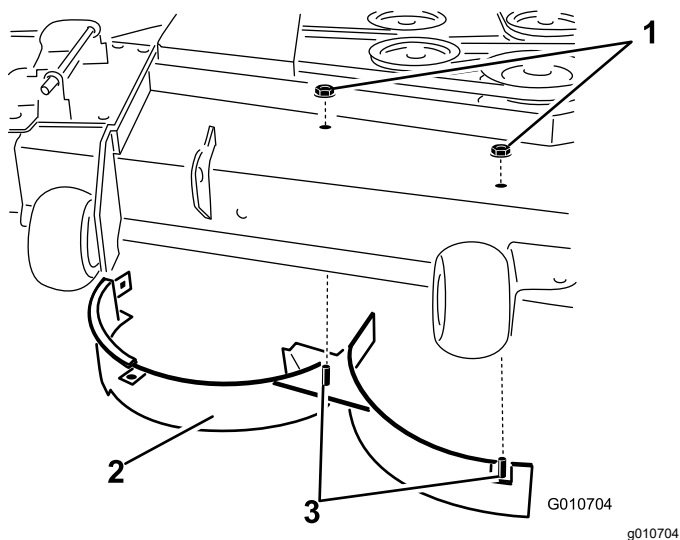

Рисунок 19
11. Отверните 2 контргайки (5/16 дюйма), которые крепят приваренные стержни правого дефлектора к верхней части деки газонокосилки в среднем положении и справа от среднего положения (Рисунок 19).
12. Снимите каретный болт и контргайку, которые крепят правый дефлектор к верхней части деки газонокосилки, и снимите правый дефлектор с деки газонокосилки (Рисунок 19).